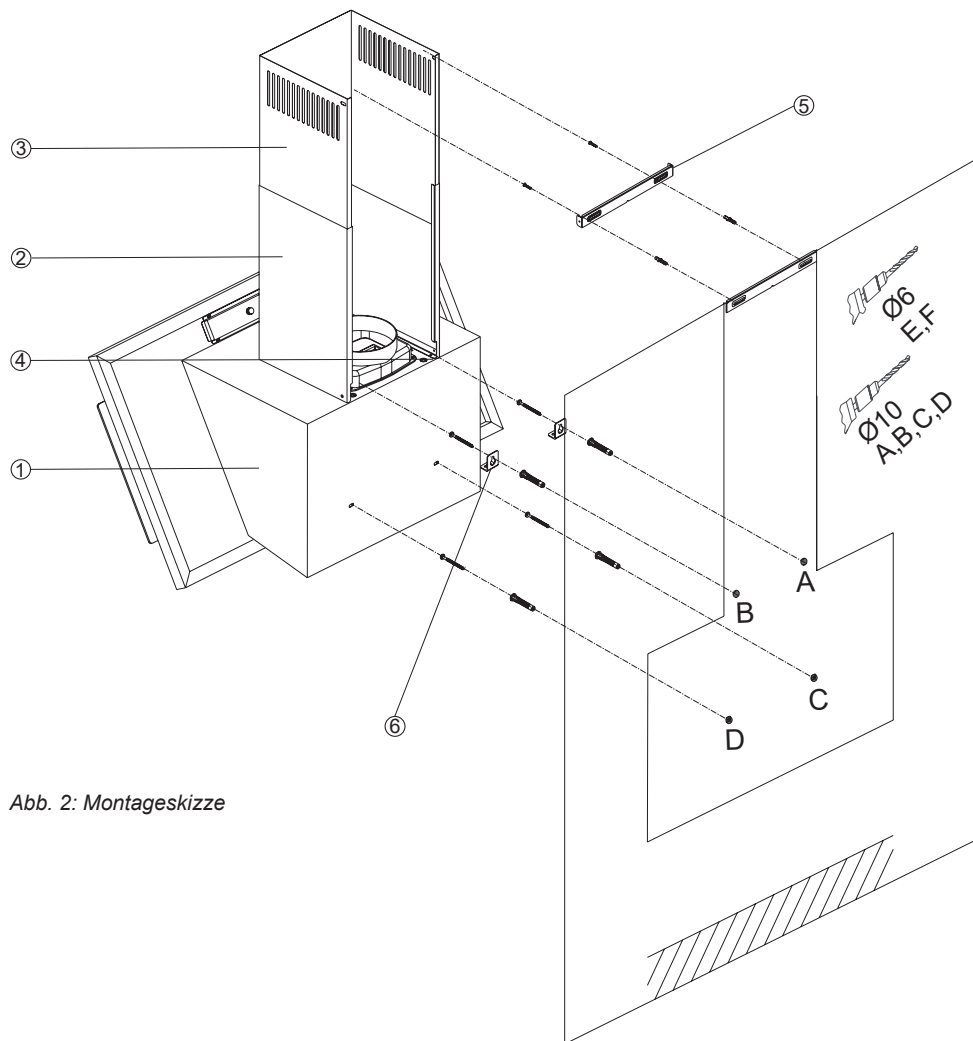

Abb. 2: Montageskizze
Der Elektroanschluss erfolgt an eine Steckdose die hinter dem Grund- oder Teleskopschacht (⇒ Abb. 2) anzubauen ist.
- Löcher der Befestigungspunkte A, B, C und D bohren, Dübel einsetzen und die Schrauben an den Punkten A+B zu $\frac{3}{4}$ eindrehen (\Rightarrow Abb. 2)
Die Montagewinkel oben hinten am Haubenkörper mit den 2 Schrauben M5 befestigen (\Rightarrow Abb. 2).
Grund- und Teleskopschacht (⇔ Abb. 2 S.14) werden nun montiert.